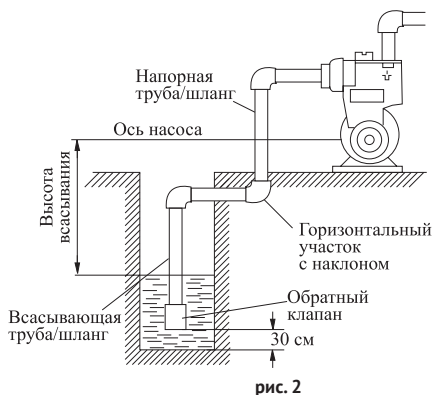

рис. 2
Установка насоса схематично показана на рис.2
На всасывающую магистраль необходимо установить обратный клапан, для надёжного запуска насоса, и сетчатый фильтр грубой очистки воды, для предотвращения засорения проточной части, (соединительные штуцера, фильтр и хомуты в комплект поставки не входят). Обратный клапан и фильтр устанавливаются на входе во всасывающую магистраль, как показано на рис.2.
**Внимание!** Для оптимальной работы насоса на всасывающую трубу (шланг) необходимо установить обратный клапан (см. рис.2).